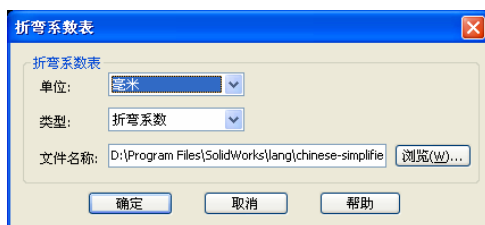

图 9-4 “折弯系数表”对话框
❶ 在零件文件中，选择菜单栏中的“插入”→“钣金”→“折弯系数表”→“新建”命令，会弹出如图 9-4 所示的“折弯系数表”对话框。